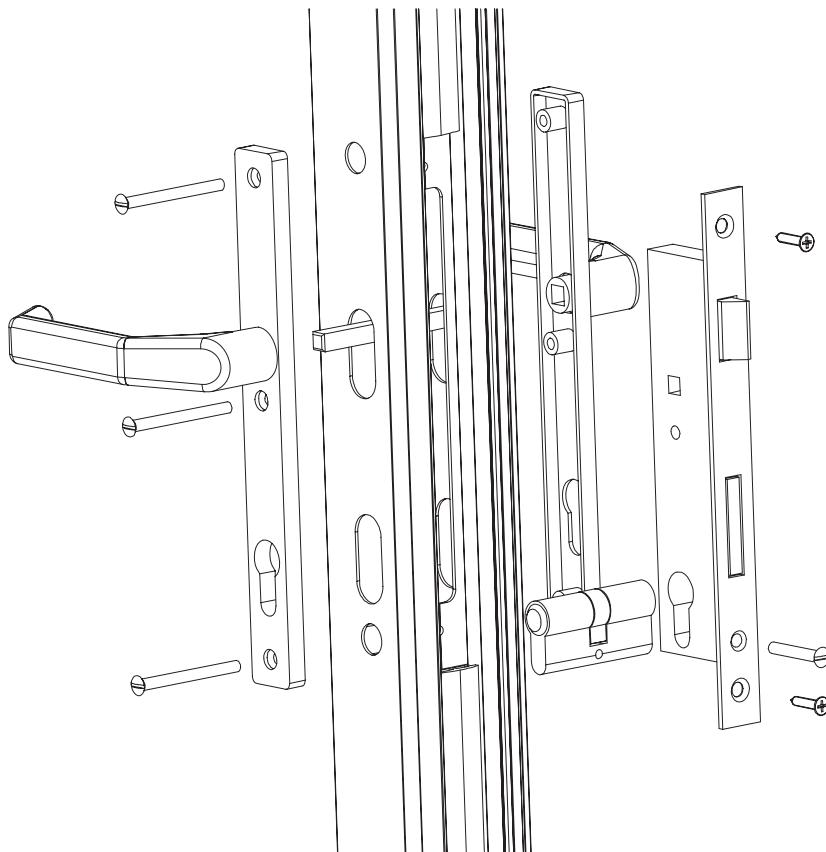

Рисунок 6
4.6 На полотно устанавливается комплект врезного замка с цилиндровым механизмом и защелкой, комплект ручек с накладками (рисунок 6).